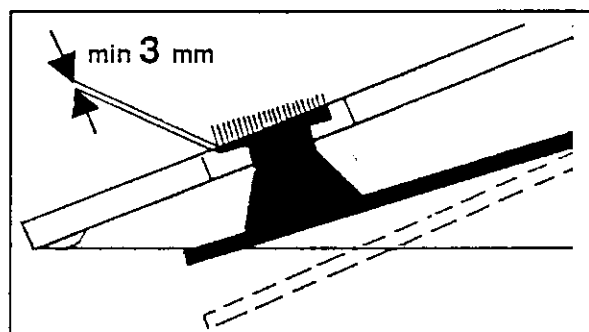

fig. 4-37
- aussitôt que la tête de l'axe est usée à 3 mm en hauteur (ce qui peut résulter d'une déformation du ressort) (fig. 4-37).